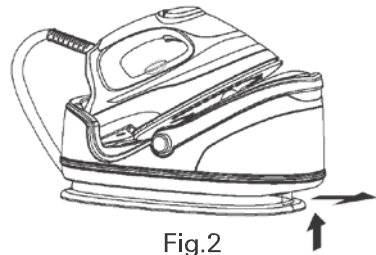

Fig.2
1. Drücken Sie die Wassertanksperr nach oben und schieben Sie den abnehmbaren Wassertank nach außen weg von der Basis. (Abb.2)